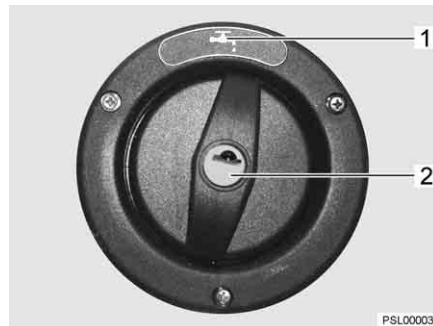

Fig. 205 Couvercle de fermeture pour bec de remplissage d'eau potable
Le bec de remplissage d'eau potable est désigné par le symbole "☞" (Fig. 205,1). Le couvercle de fermeture est ouvert et verrouillé à l'aide de la clé pour les serrures extérieures.
- Insérer la clé dans le barillet (Fig. 205,2) et la tourner d'un quart de tour dans le sens inverse des aiguilles d'une montre.